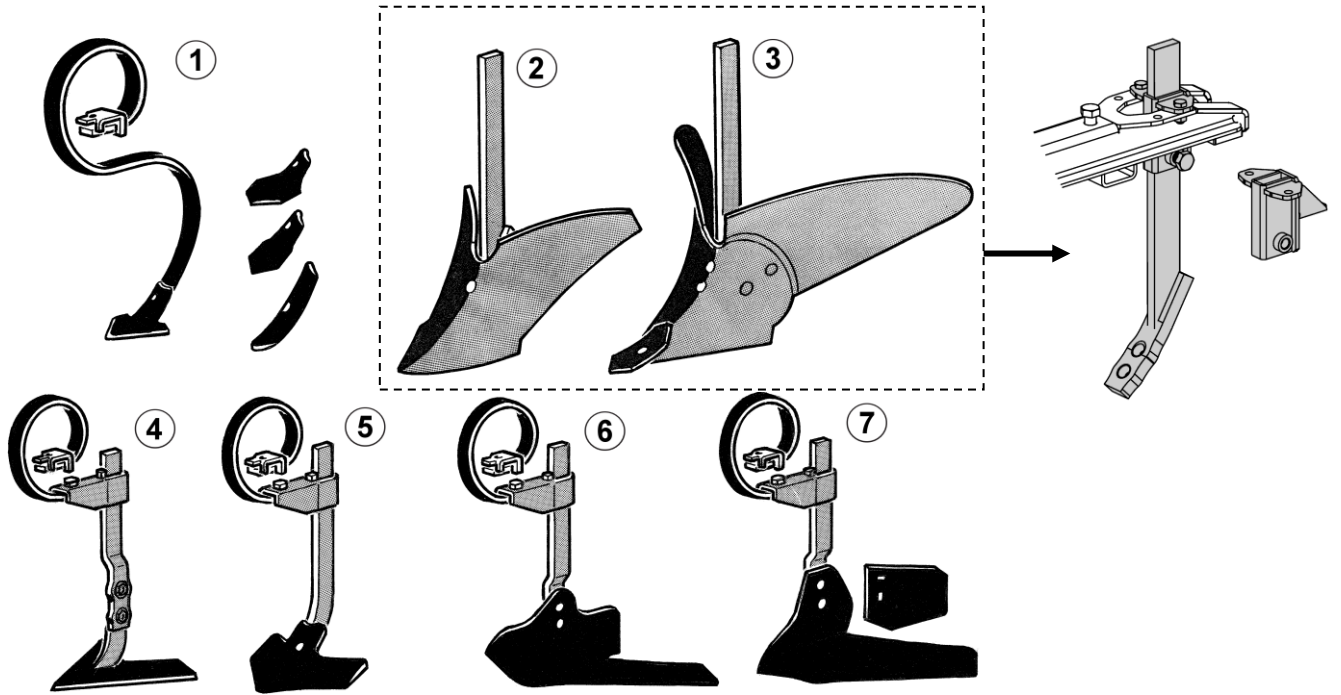

Fig. 1
4.2 - Outils pour bineuses SUPER-CROP SCD (fig. 1) :
- ①- Dents flexibles socs largeurs 3,3-7-10,5 et 15 cm (au choix) (15 cm livré de série)
- ②- Butteur à ailes fixes F35
- ③- Butteur à ailes mobiles réglables AM
- ④- Coeurs de 20-25 ou 30 sur support flexible
- ⑤- "Patte d'Oie" de 20-25, 30 ou 35 sur sup. flex.
- ⑥- Lame Lelièvre M ou B sur support flexible
- ⑦- Lame ordinaire "Planet" sur support flexible